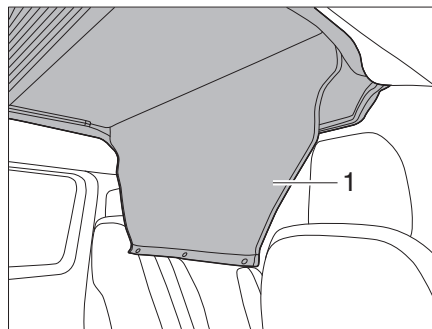

Bild 16 Durchstiegsabdeckung aufrollen
- Durchstiegsabdeckung (Bild 16,1) öffnen und aufrollen.